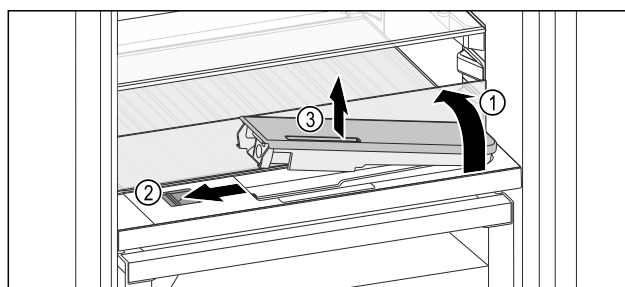

Fig. 151
- ▶ Skleněnou desku nadzvedněte a zaklapněte dozadu až na doraz Fig. 151 (1).
- ▶ Posuvník Fig. 151 (2) posuňte doleva.
- ▶ Vyjměte nádržku na vodu Fig. 151 (3).